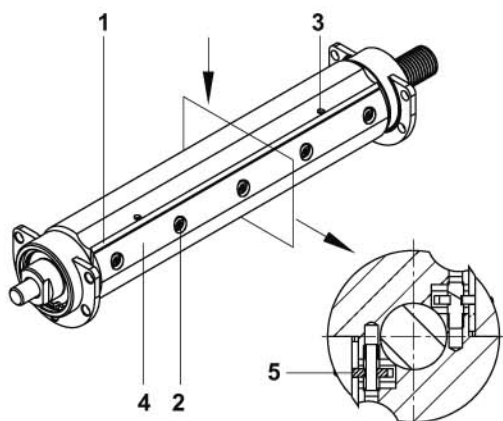

Рис. 6
- освободить нож **1** (рис. 6), путем отворачивания пяти винтов **2** до состояния свободного перемещения ножа;